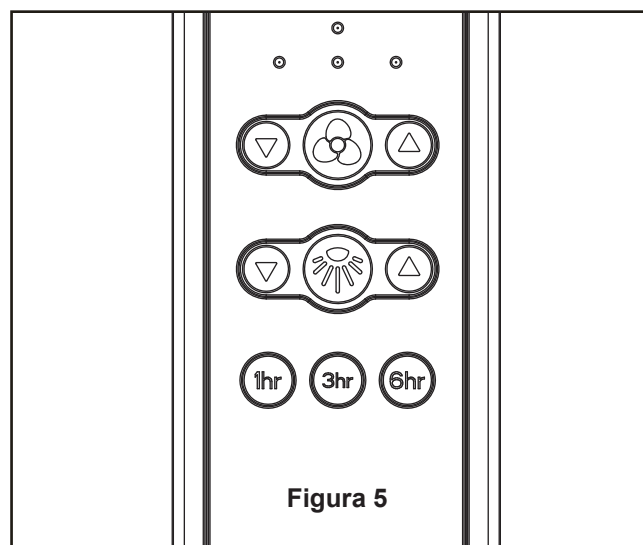

Figura 5
4. Una vez realizadas las conexiones, los cables deben ser colocados de forma extendida poniendo el conductor de la toma de tierra y el conductor de toma de tierra del equipo a un lado de la caja, colocando el conductor sin toma de tierra en el otro lado de la caja, luego gire los conductores hacia arriba y, con cuidado, colóquelos dentro de la caja de salida; con los conductores blancos y verdes hacia un lado y los conductores negros hacia el otro. (Figura 5)
- ☐ **5. Funciones del control remoto: (Figura 5)**